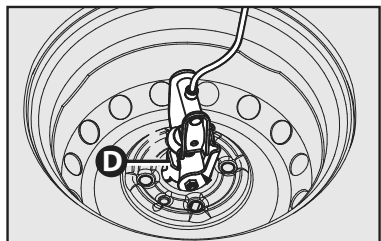

fig. 4
- Retirar o fixador do sobressalente, inclinar o suporte e passá-lo pelo furo central da roda **D-fig. 4**. Caso seja necessário, colocar o sobressalente na posição vertical para facilitar a retirada do fixador.
- Para fixação do sobressalente, posicionar a roda com a válvula de enchimento para baixo quando a roda estiver na posição horizontal. Colocar o fixador **D-fig. 4**, passando-o pelo furo central da roda.